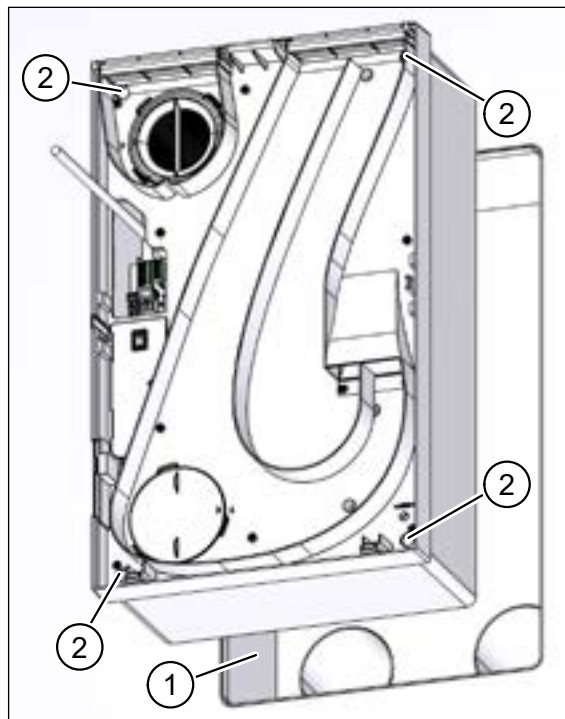

Рис. 39: Закрепить вентустановку – встроенный монтаж с подключением воздуховодов
- ▶ Осторожно задвиньте рекуператор до упора в монтажную коробку (поз. 1 на рис. 39).
- ▶ Закрепите вентблок четырьмя крестовыми винтами 5 x 100 мм (поз. 2 на рис. 39). При этом слегка затяните винты крест-накрест.